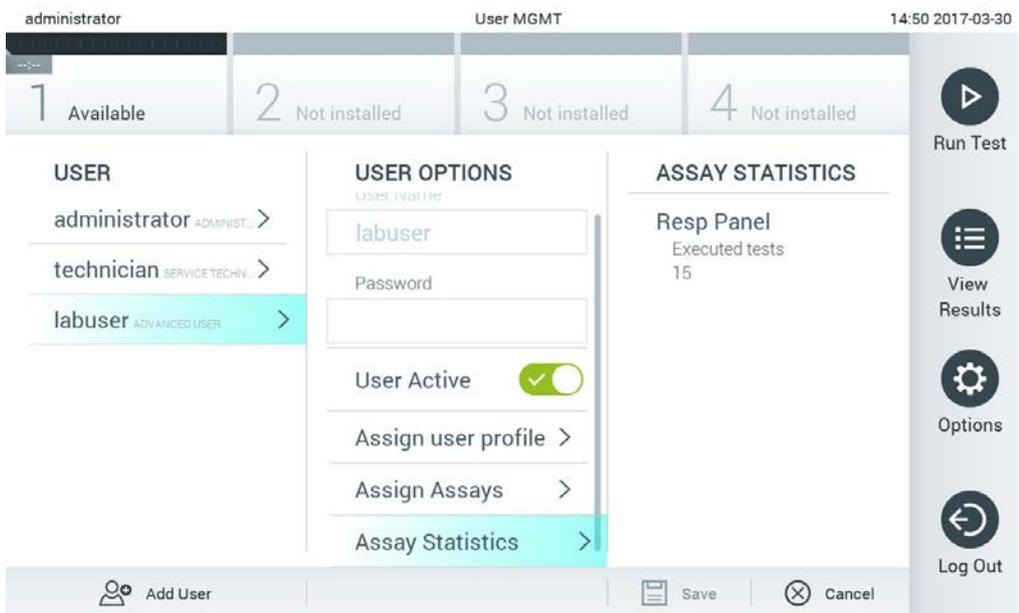

Figura 62. Visualizzazione delle statistiche dell'esame.
- Assay Statistics (Statistiche esame): mostra il numero di volte che un esame è stato eseguito dall'utente selezionato (Figura 62).